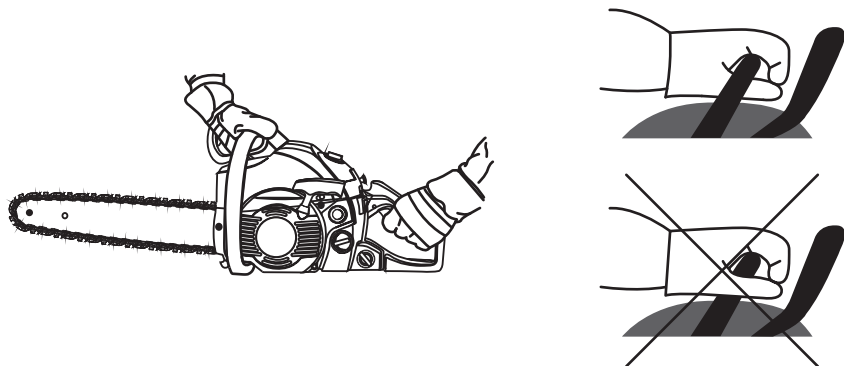

Рис. 5
- крепко удерживайте изделие двумя руками, как показано на рис. 5. Боковую рукоятку 5 удерживайте, плотно обхватив пальцами.